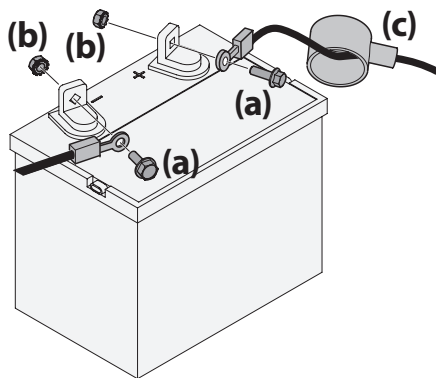

Figura 11
1. Retire la cubierta plástica, si está presente, del cable positivo de la batería. Conecte el cable rojo al borne positivo de la batería (+) utilizando el perno (a) y la tuerca hexagonal (b). Consulte la Figura 11.
2. Retire la cubierta plástica, si está presente, del borne negativo de la batería y conecte el cable negro al borne negativo de la batería (-) utilizando el perno (a) y la tuerca hexagonal (b). Consulte la Figura 11.